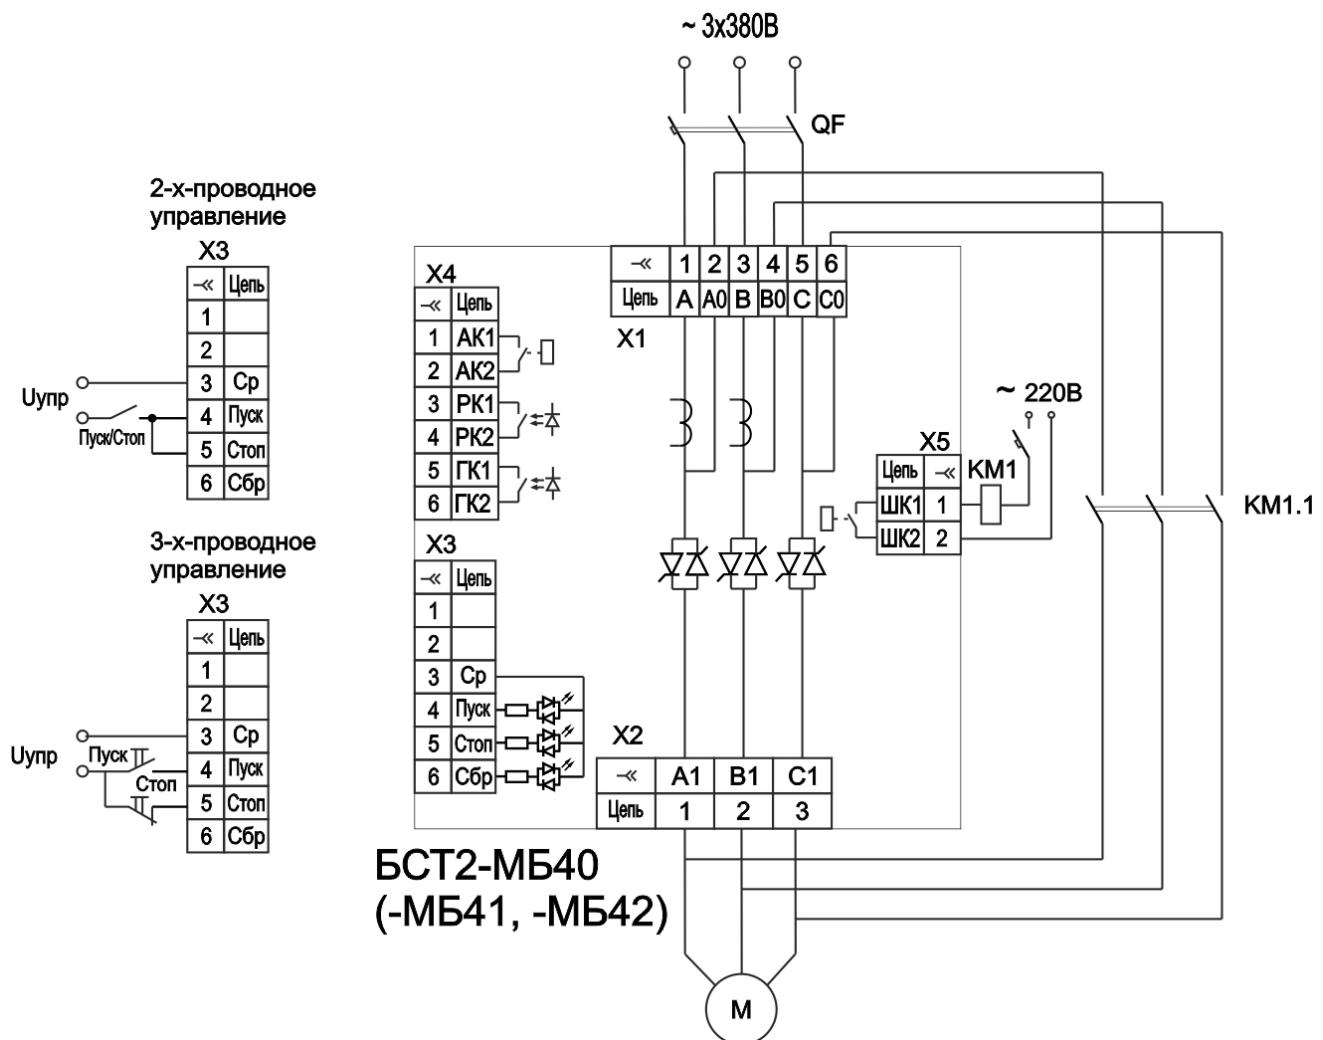

Рисунок 3 – Пример схемы подключения БСТ2-МБ40, БСТ2-МБ41, БСТ2-МБ42
- 1.6.7 Пример схемы подключения приведен на рис. 3 и 4.